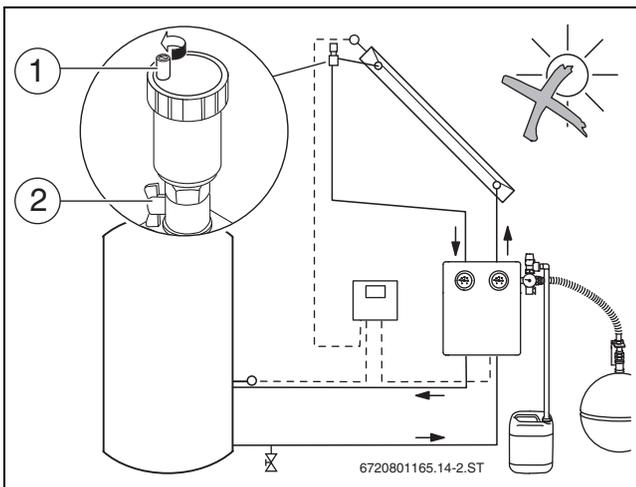

Fig. 35 Apertura del purgador
- ▶ Cerrar la llave esférica derecha [2] de la estación solar y la llave esférica del purgador (→ fig. 35, [2]).